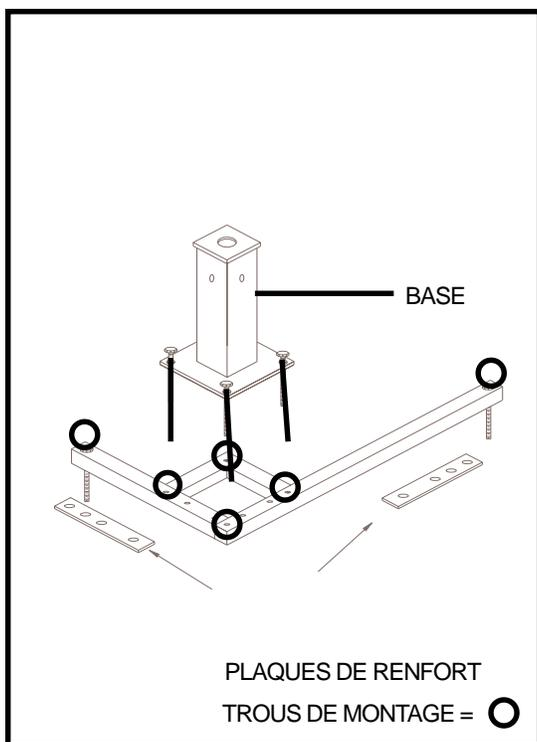

FIGURE 4.
3. Installez les boulons de 5/16 po X 2 po, la plaque de renfort, une rondelle et un écrou. Au besoin utiliser le boulon de 3 po fournie. Ce boulon maintiendra la plaque en place pendant le perçage des autres trous de montage. **Voir la figure 4.**
5. Fixez la base à la base-L. Installez un boulon, une rondelle et un écrou dans chaque trou et serrez-bien. **Voir la figure 4.**